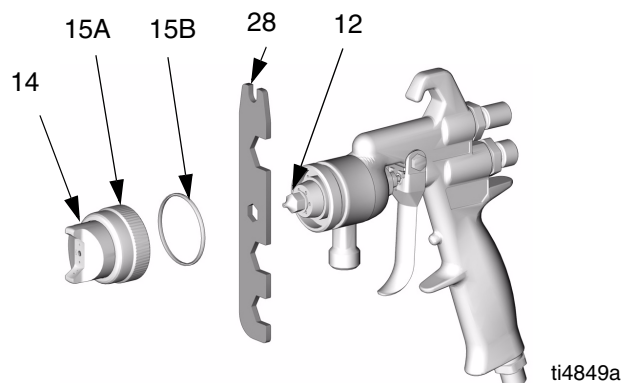

FIG. 24
4. Appuyer sur la gâchette tout en démontant la buse produit (12) à l'aide de la clé (28). Voir FIG. 24.
5. Enlever la vis (11), la broche (17), la rondelle ondulée (18) et la gâchette (10).